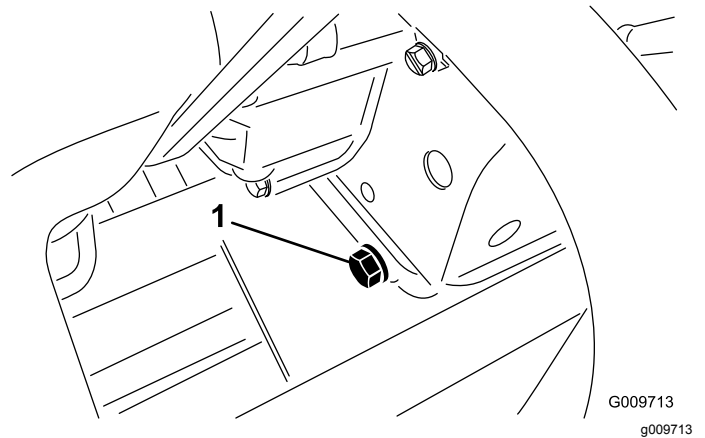

Bild 77
2. Entfernen Sie die Ablassschraube (Bild 77) und lassen Sie das Öl in die Auffangwanne ab.